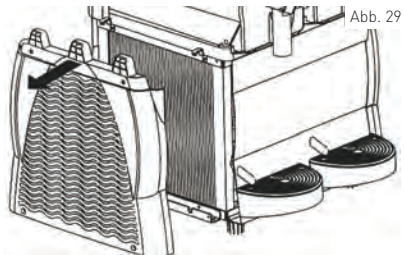

Abb. 29
- 3) Nach dem Abschrauben der 4 Schrauben nehmen Sie das Schutzpaneel ab. (Siehe: Abb. 29)